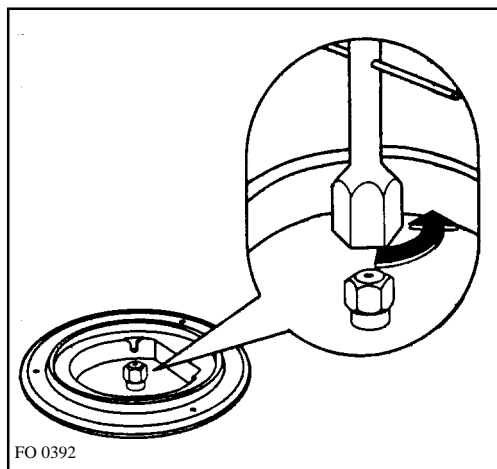

Рис. 3
- Торцевым ключом на 7 вывинтите форсунки и снимите их (рис. 3); замените их на форсунки, соответствующие используемому типу газа (см. табл. 2).